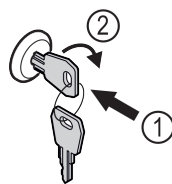

Fig. 127
- ▶ Uvucite ključ Fig. 127 (1).
- ▶ Okrenite ključ za 90° nadesno Fig. 127 (2).